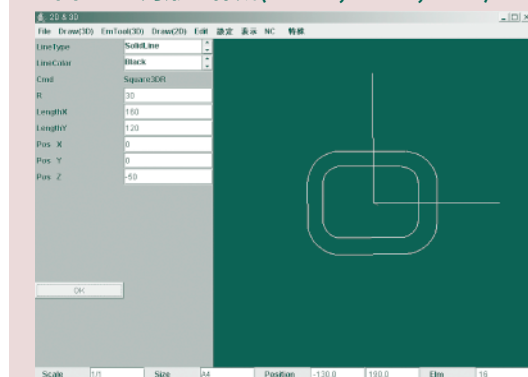

図2 四角形の作成(X=160,Y=120,R=30)
- ②Z=-50のXY平面上に横長さ160、縦長さ120、角30Rの四角形を描く(図2)。